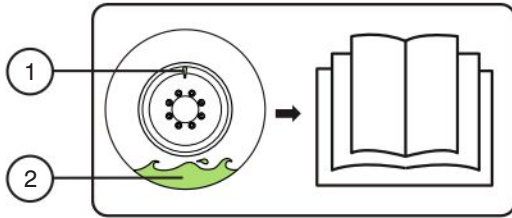

Figura 3-6. Rótulo del sellante de neumáticos
- **Cuando libere la presión del neumático, lo infle o verifique la presión, asegúrese de que el vástago de la válvula se encuentre en la parte superior del neumático, para evitar que entre sellante en el vástago (consulte la figura 3-6).**